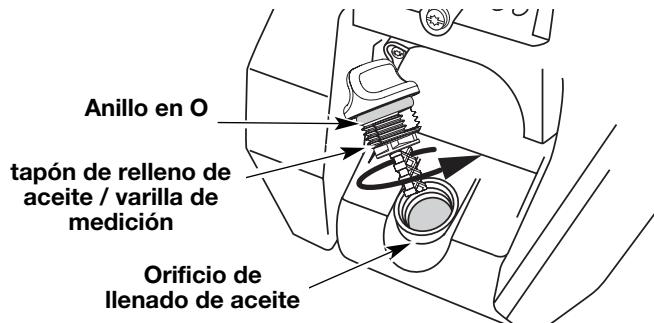

Fig. 53
6. Si el nivel está bajo, agregue una pequeña cantidad de aceite en el orificio de llenado de aceite y vuelva a medir (Fig. 53). Repita hasta que el nivel de aceite llegue hasta la parte superior de la varilla de medición.
NOTA: Verifique que el anillo en O esté en su lugar en el tapón de llenado de aceite / varilla de medición cuando mida y cambie el aceite (Fig. 53).